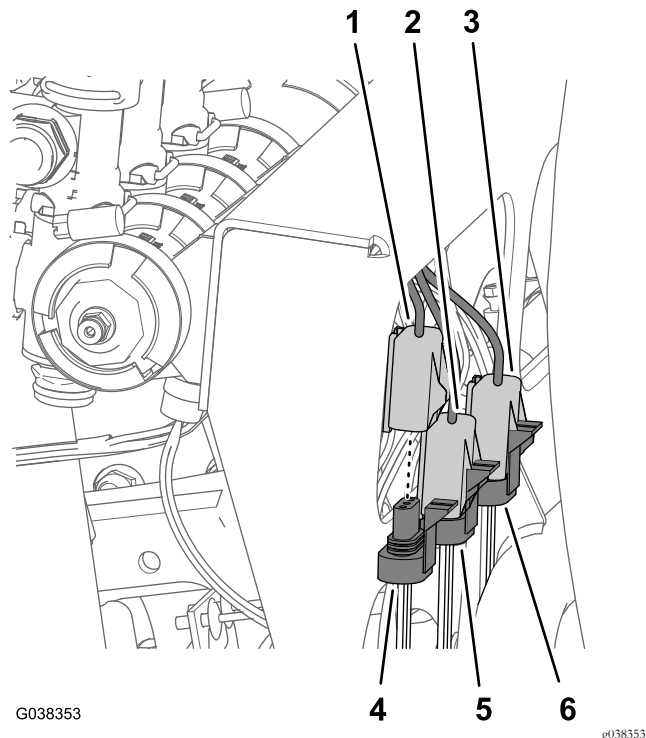

图56
1. 将带有左喷洒阀标签的 3 针阀门线束接入左喷洒阀的 3 插槽接头 图56。
2. 将带有中喷洒阀标签的 3 针阀门线束接入中喷洒阀的 3 插槽接头 图56。
3. 将带有右喷洒阀标签的 3 针阀门线束接入右喷洒阀的 3 插槽接头 图56。